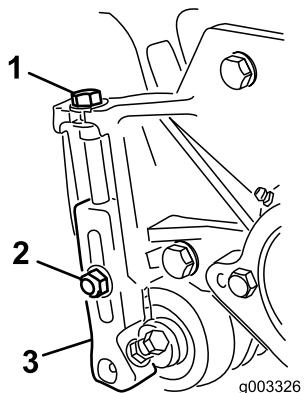

Figura 16
1. Afloje las contratuerzas que fijan los brazos de altura de corte a las chapas laterales de la unidad de corte (Figura 16).